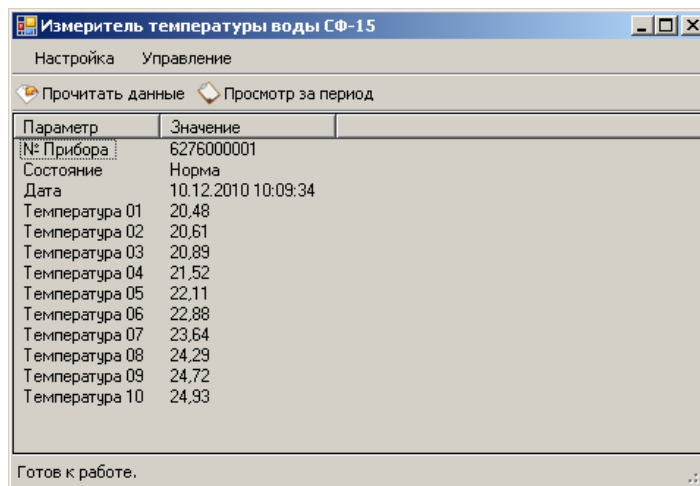

Рисунок 9 – Чтение данных
4.5.1 Для чтения данных с прибора и записи их в архив нажать кнопку «Прочитать данные» (рисунок 9)